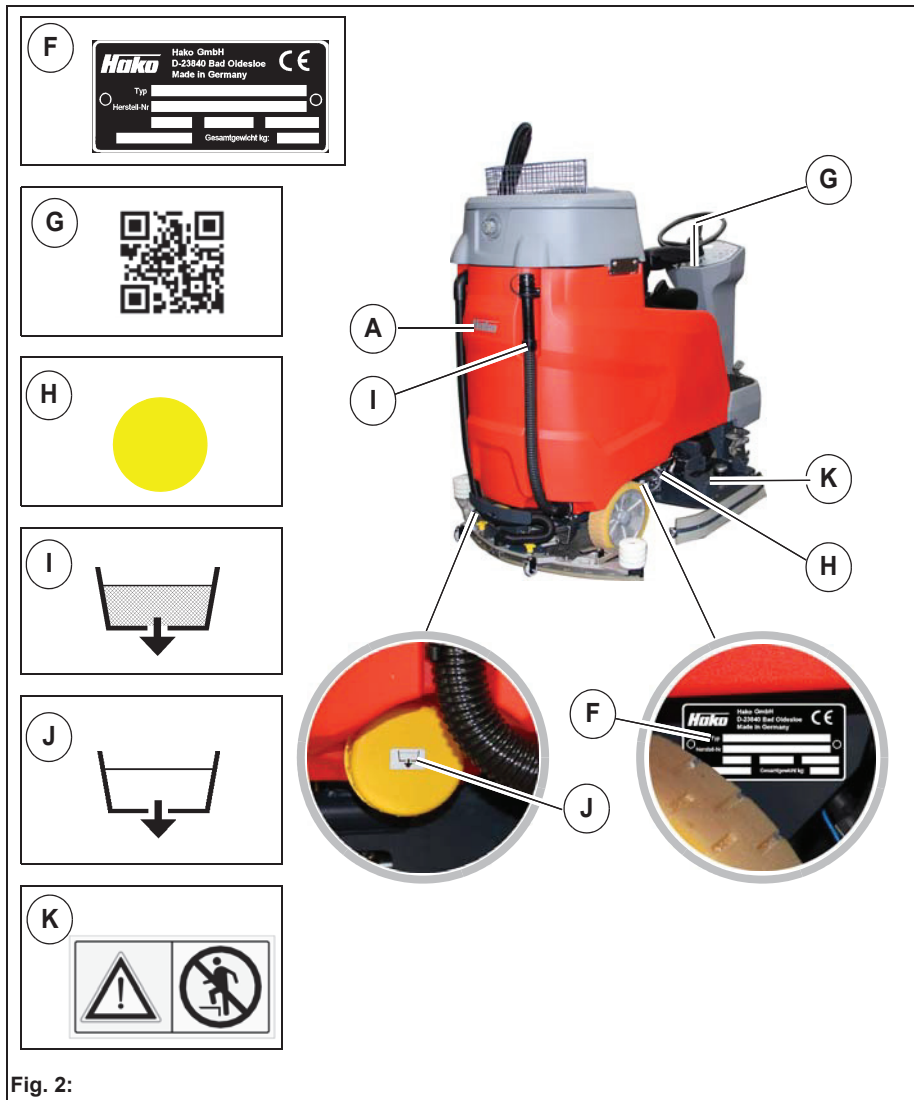

Fig. 2:
**Klistremerke – Typeskilt Fig. 2-F**
**Klistremerke – QR-kode Fig. 2-G**
**Klistremerke – Vedlikeholdsdeler (gul prikk) Fig. 2-H**
**Klistremerke – Tapp ut skittent vann Fig. 2-I**
**Klistremerke – Tapp ut ferskvann Fig. 2-J**
**Klistremerke – Adgang forbudt! Fig. 2-K**